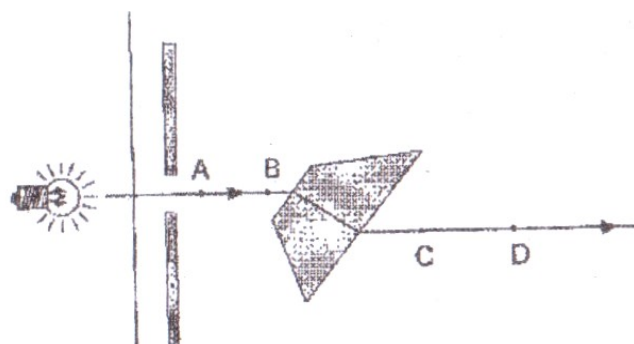

Рис. 1. Установка
1. Соберите установку, как показано на рис. 1. Лампу, ключ и экран установите на
4. Для построения хода луча внутри пластины сделайте на листе бумаги по две отметки на падающем на пластину луче и луче, вышедшем из пластины (точки A, B, C и D) на (см. рис. 1).